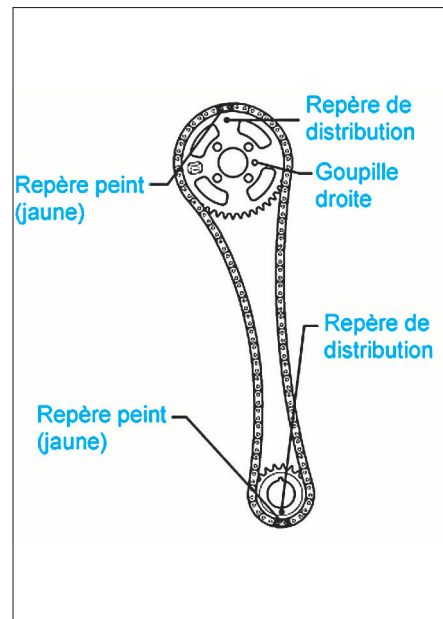

FIG. 25
- Reposer la chaîne sur le pignon d'arbre à cames avec le maillon de couleur jaune aligné sur le repère de calage du pignon d'arbre à cames (fig. 25).